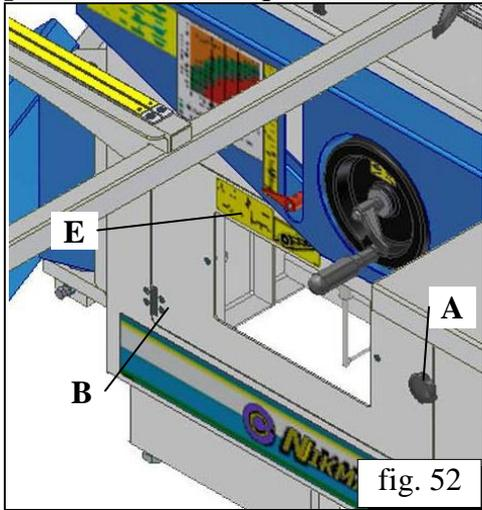
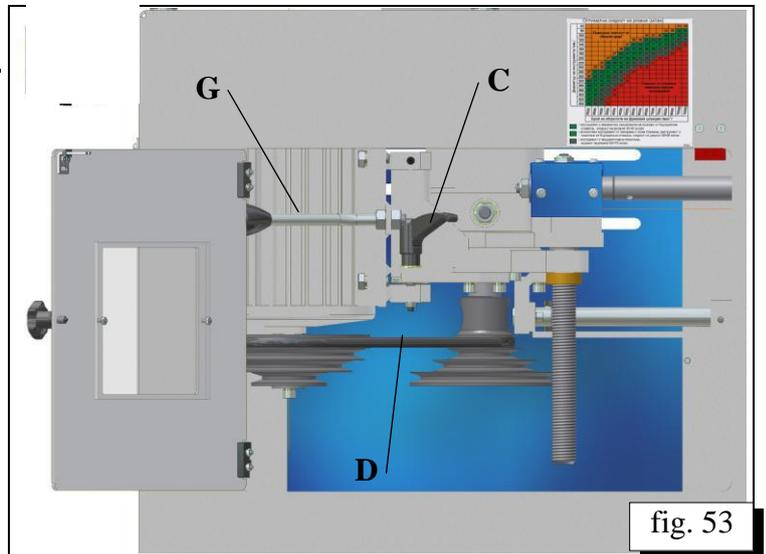

fig. 52
fig. 53
- ↓ Dévissez la manette **A** et ouvrez la portière **B**, pour vous assurer un accès aisé à l'accessoire de réglage des révolutions de l'arbre à fraise (fig. 52).
- ↓ Desserrez la manette de serrage **C** (fig. 53), pour pouvoir libérer la courroie **D**. Placez la courroie sur les rondelles des courroies d'après la plaque d'instruction **E** (fig. 52) se rapportant aux révolutions de l'arbre à fraise, se trouvant sur le côté intérieur de la portière.
- ⇓ Pour le numéro maximum admissible de révolutions voyez les fig. 53 et 54.